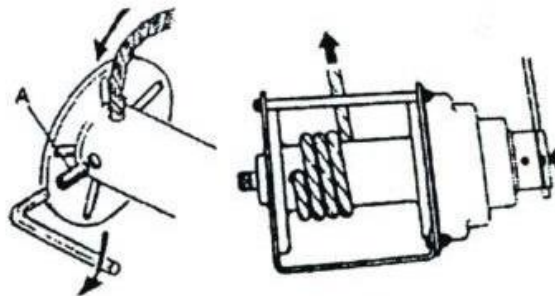

Рисунок 3
**Монтаж троса для лебедки 1 т** (см. рисунок 3) - Ослабьте фиксирующий болт или установочный винт и вставьте конец троса в барабан на 72 мм до конца троса. Плотнo затяните фиксирующий болт.
• Для того, чтобы перетаскивать грузы на короткие расстояния, необходимо выполнить следующие требования (см. таблица 3, рисунок 3)